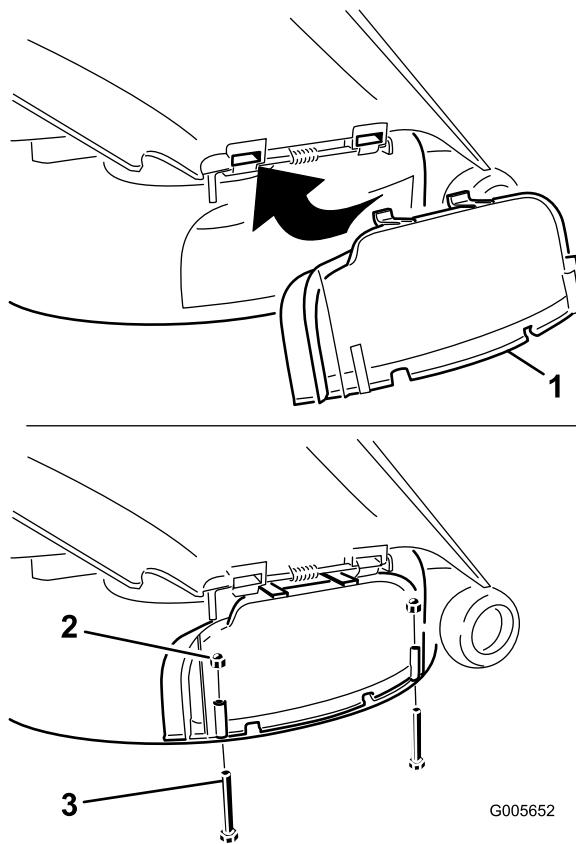

Figura 24
- Eleve el deflector de hierba y deslice las escuadras de la parte superior de la tapa de descarga debajo de la varilla de retención del deflector de hierba. Gire hacia abajo la tapa de descarga sobre el orificio, hasta que descansen sobre el borde inferior del cortacésped (Figura 24).
- Sujete la tapa de descarga al borde inferior del cortacésped con dos pernos (1/4 x (2-1/2 pulgadas) y dos tuercas ciegas (1/4 pulgada) según se muestra en Figura 24.